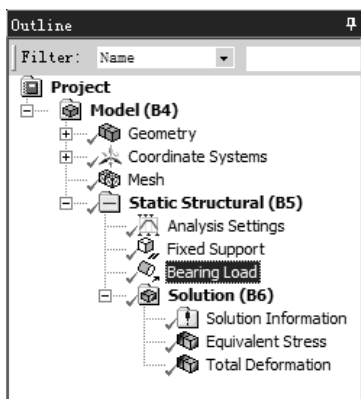
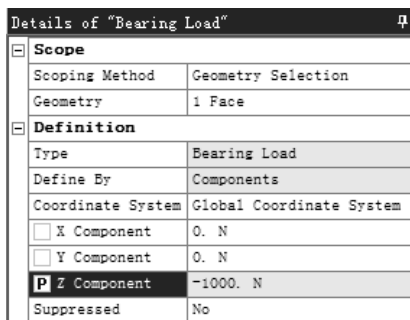
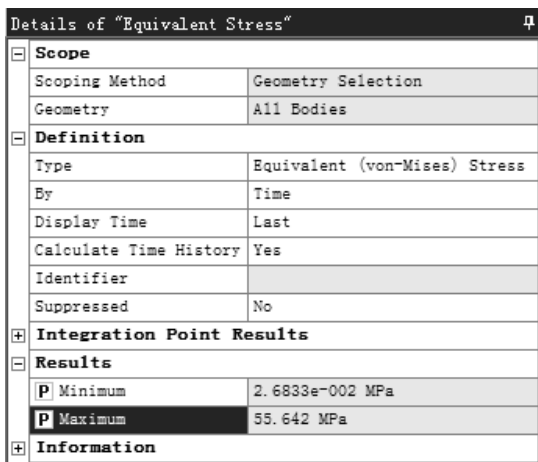
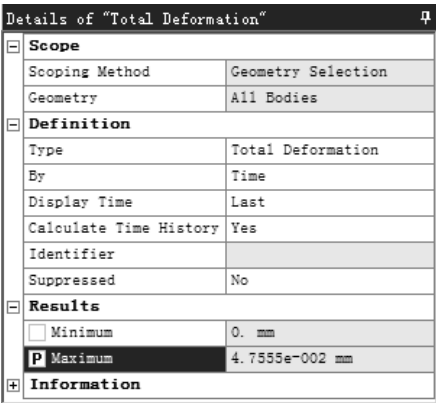

图 2.3.13 “Outline” 窗口
图 2.3.14 “Details of ‘Bearing Load’” 对话框
图 2.3.15 “Details of ‘Equivalent Stress’” 对话框
图 2.3.16 “Details of ‘Total Deformation’”对话框
(1) 在“Engineering Data”项目列表中双击  Model 选项，进入模型界面。
(2) 在图 2.3.13 所示的“Outline”窗口中选中  Bearing Load 节点，然后在图 2.3.14 所示的“Details of ‘Bearing Load’”对话框中选中  P Z Component 选项，将轴承载荷作为第 2 个输入参数。
(1) 在图 2.3.13 所示的“Outline”窗口中选中 **Equivalent Stress** 节点，然后在图 2.3.15 所示的“Details of ‘Equivalent Stress’”对话框中选中 **P Minimum** 和 **P Maximum** 选项，将最小和最大应力作为输出参数。
(2) 在图 2.3.13 所示的“Outline”窗口中选中 **Total Deformation** 节点，然后在图 2.3.16 所示的“Details of ‘Total Deformation’”对话框中选中 **P Maximum** 项目，将最大位移作为输出参数。